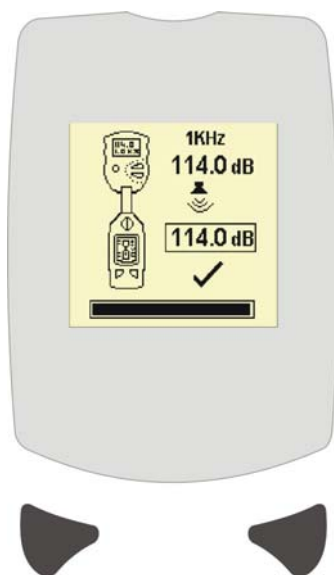

Рис. 6 Вид «Калибровка окончена»
5. Нажмите левую кнопку (A) ✓ для выполнения калибровки, или правую кнопку (B) X – для выхода из Режима калибровки. По завершении калибровки на дисплее прибора будет отображаться вид «Калибровка окончена» (см. Рис. 6).